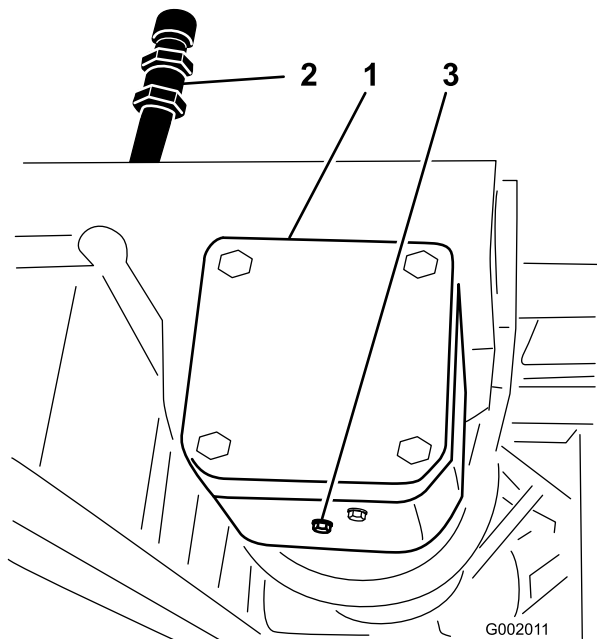

Figura 69
3. Retire el tapón de llenado y el tapón de vaciado (Figura 69) y deje fluir el aceite al recipiente.
2. Coloque un recipiente debajo del tapón de vaciado de la caja de engranajes de la transmisión de la bomba (Figura 69).